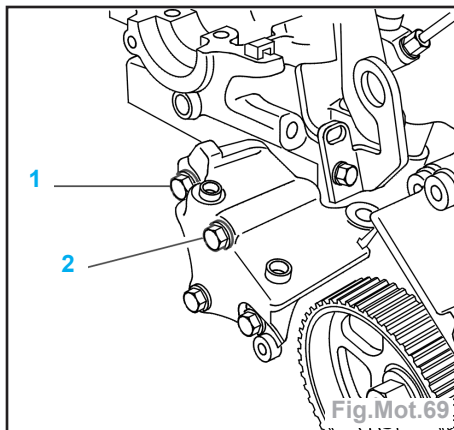

Fig.Mot.69
- Reposer les vis (1 et 2) (Fig.Mot.69).
- Déposer les vis (1 et 2) (Fig.Mot.69).